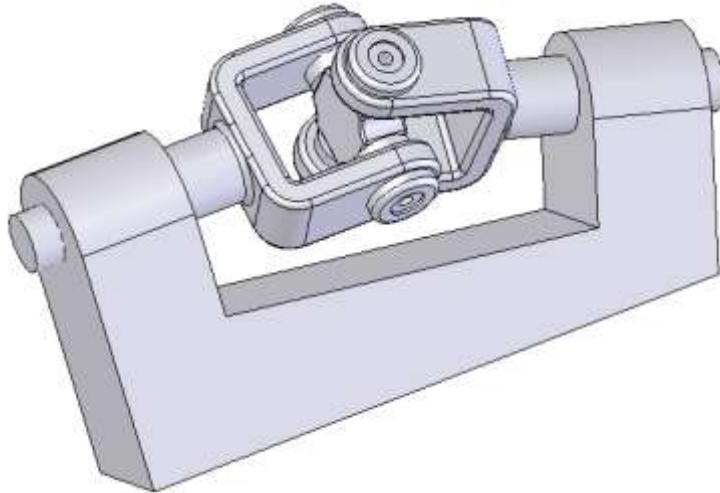

Рис. 7. Вид 3D модели сборки механизма «Карданная передача»
1. Построить 3D модель сборки механизма «*Карданная передача*», сохранить папке «*Итоговое занятие*». Вид сборки показан на рис.7.